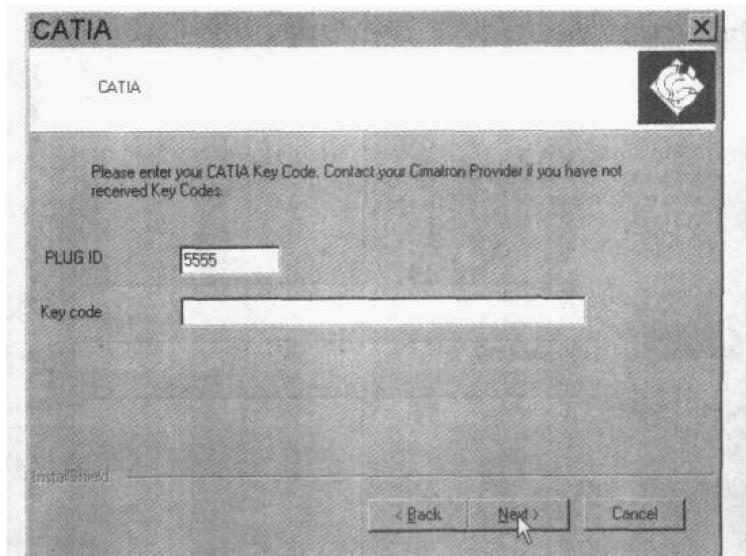

图1.9
- (9) 然后出现如图1.9所示的画面，第1行为PLUG ID号(是默认的，跟前面输过的一样)，第2行要求输入CATIA授权码(有此授权码，即可在以后直接转换CATIA的图档，如果没有授权码则可以不输入)，这里让其空着不输入，单击Next继续。